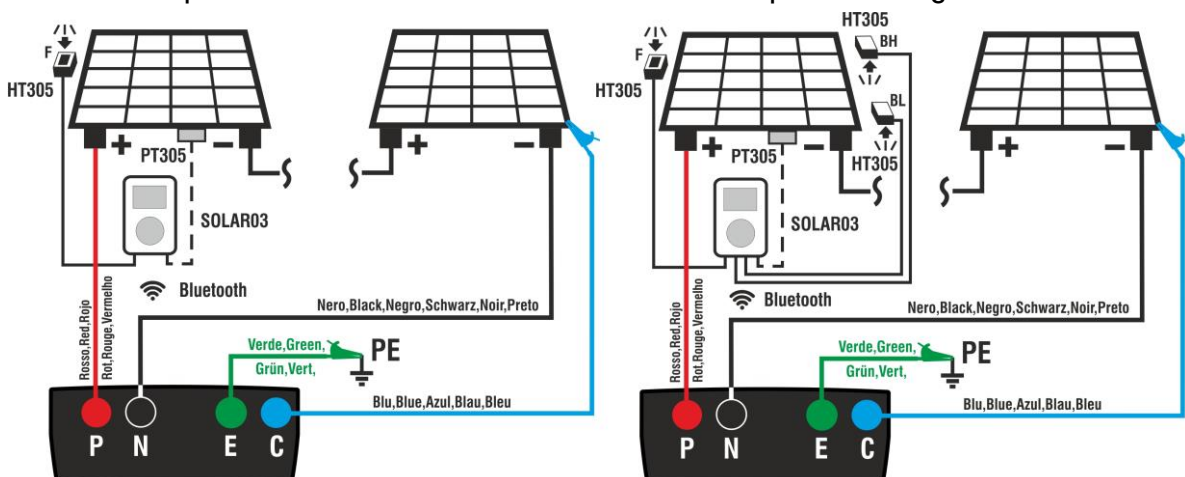

Fig. 11: Collegamento con unità remota SOLAR03 su moduli Monofacciali e Bifacciali
- Collegare lo strumento al modulo/stringa in prova ed eventualmente al nodo principale di terra dell'impianto e alle masse metalliche messe a terra come mostrato in Fig. 11. In particolare:
- **Nel caso di moduli Bifacciali** → posizionare le **3 celle di riferimento HT305** sul piano frontale del modulo (**F**), sulla parte posteriore superiore (**BH=BackHigh**) e sulla parte posteriore inferiore (**BL=BackLow**) del modulo. Collegare la cella di riferimento frontale (F) all'ingresso "INP1", la cella di riferimento BH all'ingresso "INP2", la cella di riferimento BL all'ingresso "INP3" ed **eventualmente** la sonda di temperatura **PT305** all'ingresso "INP4" dell'unità remota
9. Portare l'unità remota in prossimità dei moduli e collegare le sonde di irraggiamento/temperatura come mostrato nella Fig. 11. **Avendo già avviato la registrazione sulla unità remota SOLAR03 non è più strettamente necessario il mantenimento della connessione Bluetooth.** Il mantenimento della connessione consentirà solamente il poter avere immediatamente l'esito della prova senza attendere la fine della campagna di misure